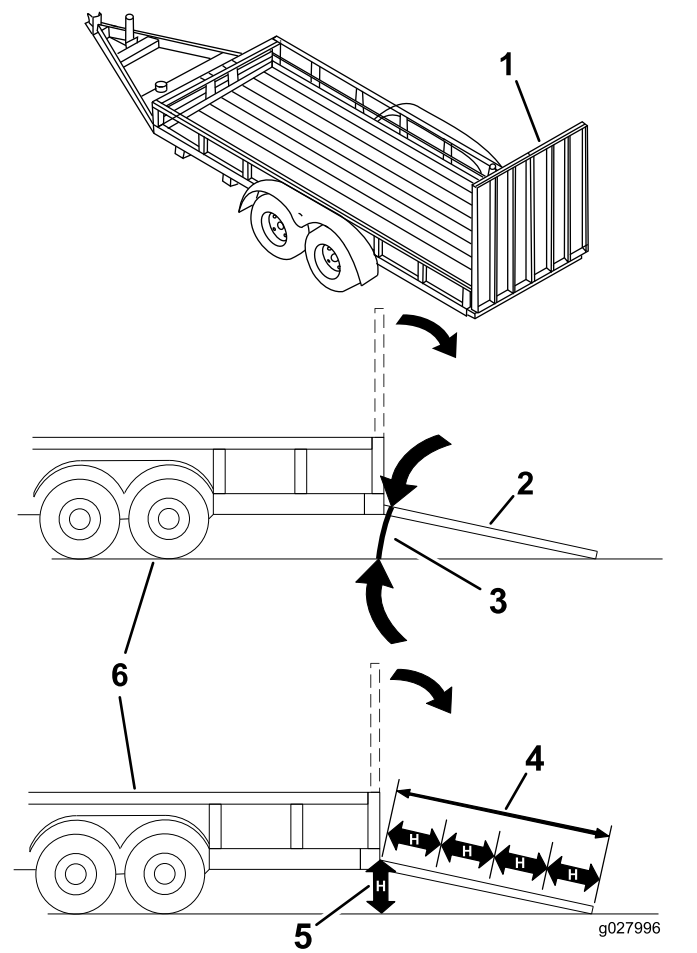

Figura 37
El cargar la máquina en un remolque o un camión aumenta la posibilidad de un vuelco y podría causar lesiones graves o la muerte (Figura 37).
3. Baje la rampa, asegurándose de que el ángulo entre la rampa y el suelo no supera los 15 grados (Figura 37).
1. Baje la rampa, asegurándose de que el ángulo entre la rampa y el suelo no supera los 15 grados (Figura 37).